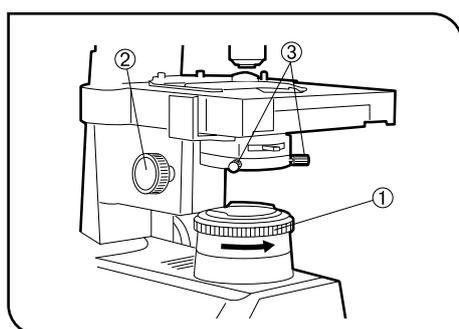

Fig. 15
1 Centrar o diafragma de íris de campo (fig. 15 e 16)
1. Com a objectiva 10X engatada e a amostra focada, rode para a direita o anel do diafragma de íris de campo ① para fechar quase completamente o diafragma.
2. Rode o botão de ajuste da altura do condensador ② para focar a imagem do diafragma de íris de campo.
3. Rode os dois botões de centragem da lente auxiliar ③ para centrar a imagem do diafragma de íris de campo no campo de visão das oculares. (Fig. 15 e 16)